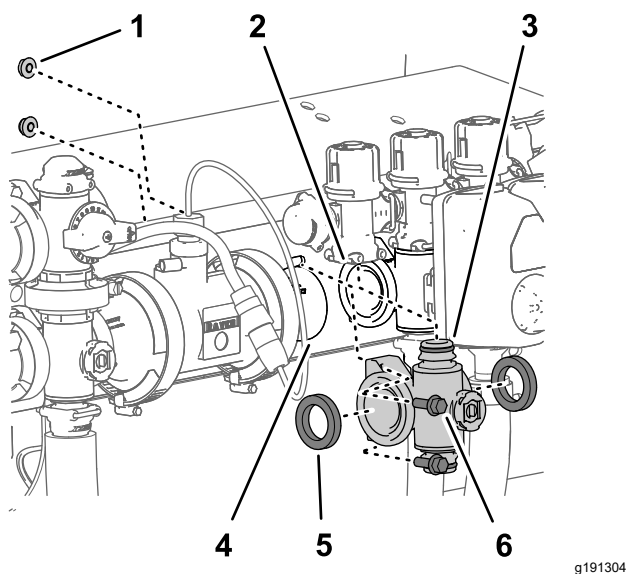

Figure 127
( $\frac{1}{4}$  po) qui fixent le collecteur au support de vannes (Figure 127).
5. Baissez le collecteur de vanne de section et les joints pour les séparer de la vanne de dérivation de section et déposez-les de la machine (Figure 127).